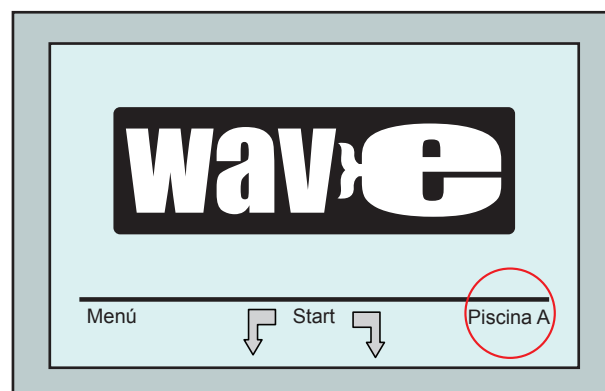

Figura 8: Ecrã Wave mostrando a Piscina A como a configuração padrão
3. Ligue a fonte de alimentação. O ecrã do MMI Wave (Figura 8) abre na janela inicial.
1. Vá para o ecrã Wave. "Pool A" aparece como a configuração atualmente definida conforme mostra a Figura 8.
1. A partir do ecrã Wave, pressione a configuração de piscina atualmente exibida do lado direito do ecrã (veja a Figura 8) para abrir o ecrã *Perfil da Piscina*.